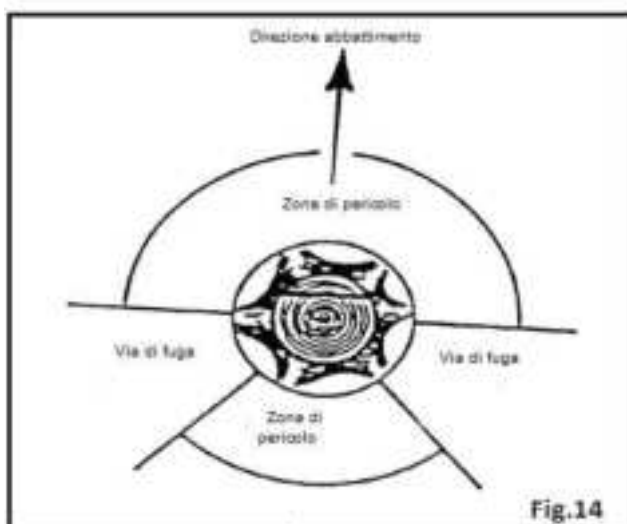

Fig.14
- Si deve pianificare e liberare un percorso di fuga prima di iniziare i tagli. Il percorso di fuga dovrebbe estendersi all'indietro e in diagonale verso la parte posteriore della linea di caduta prevista, ve. Fig. 14